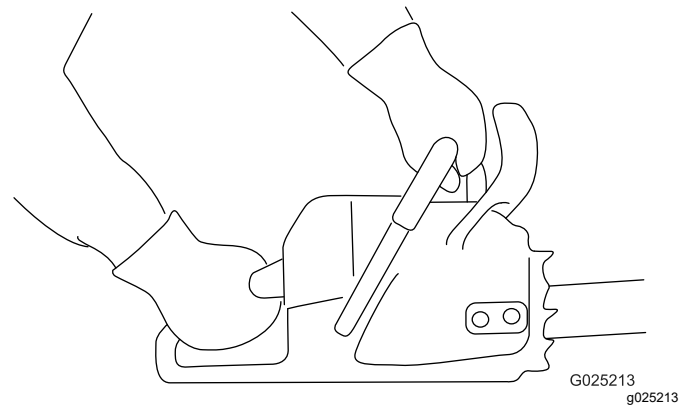

Figure 13
1. Tenez fermement la tronçonneuse à deux mains, la main gauche sur la poignée avant et la main droite sur la poignée arrière, comme montré à la Figure 13.
1. Tenez fermement la tronçonneuse comme montré à la Figure 13.
- Tenez fermement la tronçonneuse comme montré (Figure 13).